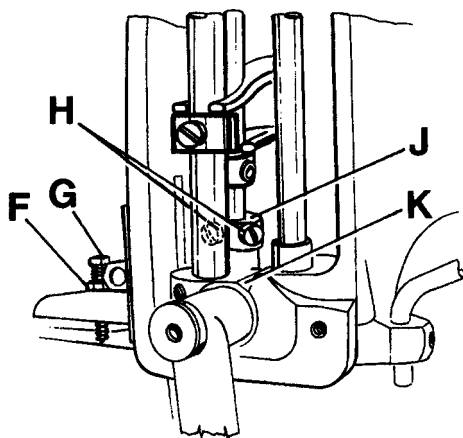
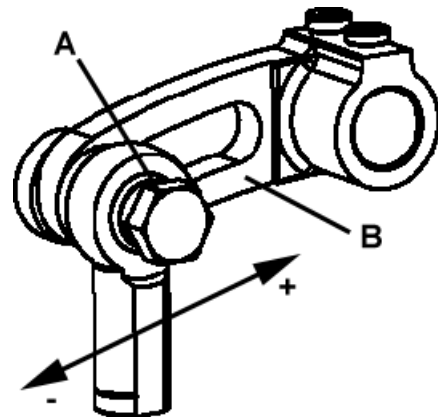

Fig. 18
Fig. 19
For setting the small gap between the feed dogs loosen nut (F, Fig. 18). Turning in screw (G) increases the gap, turning it out decreases the gap. Retighten nut (F). For matching the upper feed dog travel with the lower feed dog travel loosen screw (A, Fig. 19). Moving the ball link in the slot of rocker lever (B) to the front decreases the upper feed dog travel, moving it to the rear increases the travel. Retighten screw (A).
Zum Einstellen des Luftspalts zwischen den Transporteuren lösen Sie die Mutter (F, Fig. 18). Eindrehen der Schraube (G) vergrößert den Luftspalt, Herausdrehen verkleinert ihn. Ziehen Sie die Mutter (F) wieder an. Zum Angleichen des Obertransportwegs an den Weg des unteren Transporteurs lösen Sie die Schraube (A, Fig. 19). Verschieben des Kugelgelenks im Kulissenhebel (B) nach vorne verkleinert den Obertransportweg, Verschieben nach hinten vergrößert ihn. Ziehen Sie die Schraube (A) wieder an.
For adjustment loosen the two screws (H, Fig. 18) and raise the supporting yoke (J) when the upper feed dog should lift more, or lower it when it should lift less. Retighten screws (H).
Zum Einstellen lösen Sie die beiden Schrauben (H, Fig. 18) und stellen das Stützlager (J) höher, wenn der Obertransporteur mehr oder tiefer, wenn er weniger abheben soll. Ziehen Sie die Schrauben (H) wieder an.